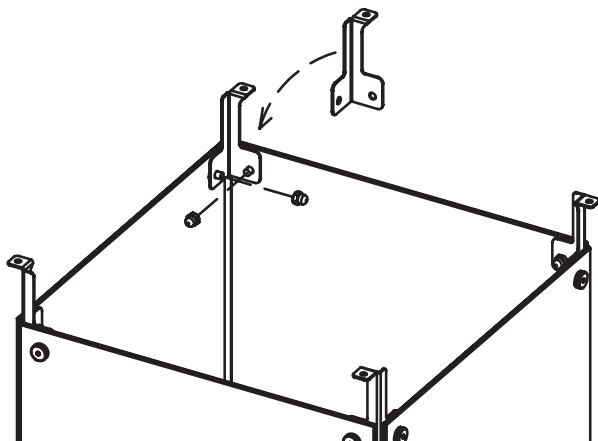

Рис. 16.
13. Вставьте в два монтажных отверстия в нижней части кронштейна верхней крышки винты в верхнем углу крышки из закаленного стекла, а затем затяните винты способом, описанным в шаге 11. По очереди установите оставшиеся 3 кронштейна для крышки (рис. 16).
14. Установите верхнюю крышку на четыре кронштейна верхней крышки и отрегулируйте отверстия для винтов с левой стороны по четырем углам верхней крышки так, чтобы они совпадали с монтажными отверстиями кронштейнов верхней крышки. Закрепите верхнюю крышку и кронштейн с помощью 4 саморезов 4.8×9.5 (рис. 16).